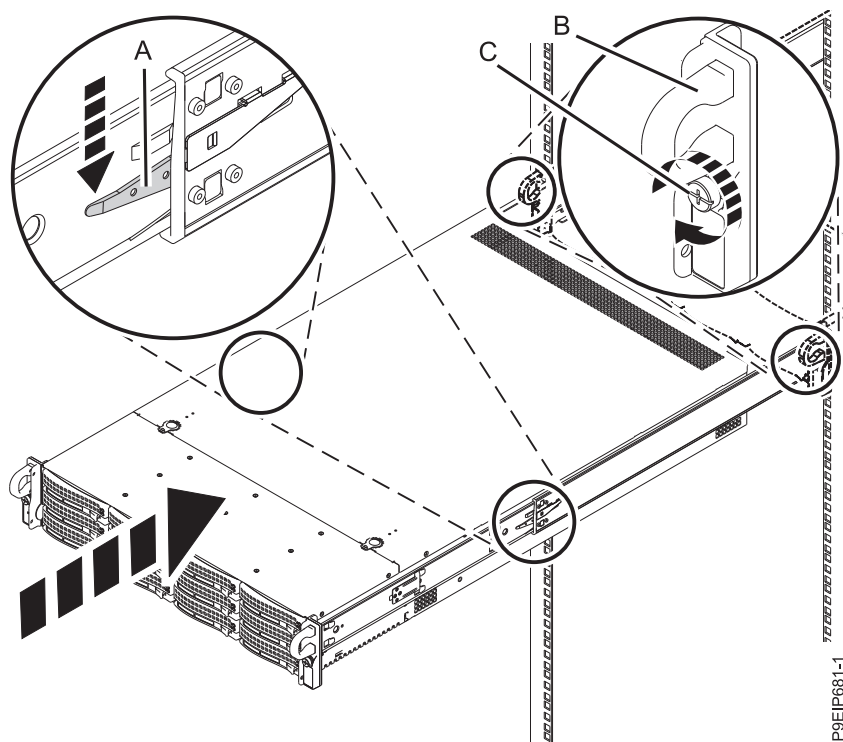

Figura 109. Colocando o sistema na posição de operação
1. Libere as travas de segurança do trilho (A), conforme mostrado na Figura 109 na página 107 e, em seguida, empurre o sistema totalmente para dentro do rack. Assegure-se de que os cabos e o suporte para organização de cabos se movam livremente e não se prendam em nada.